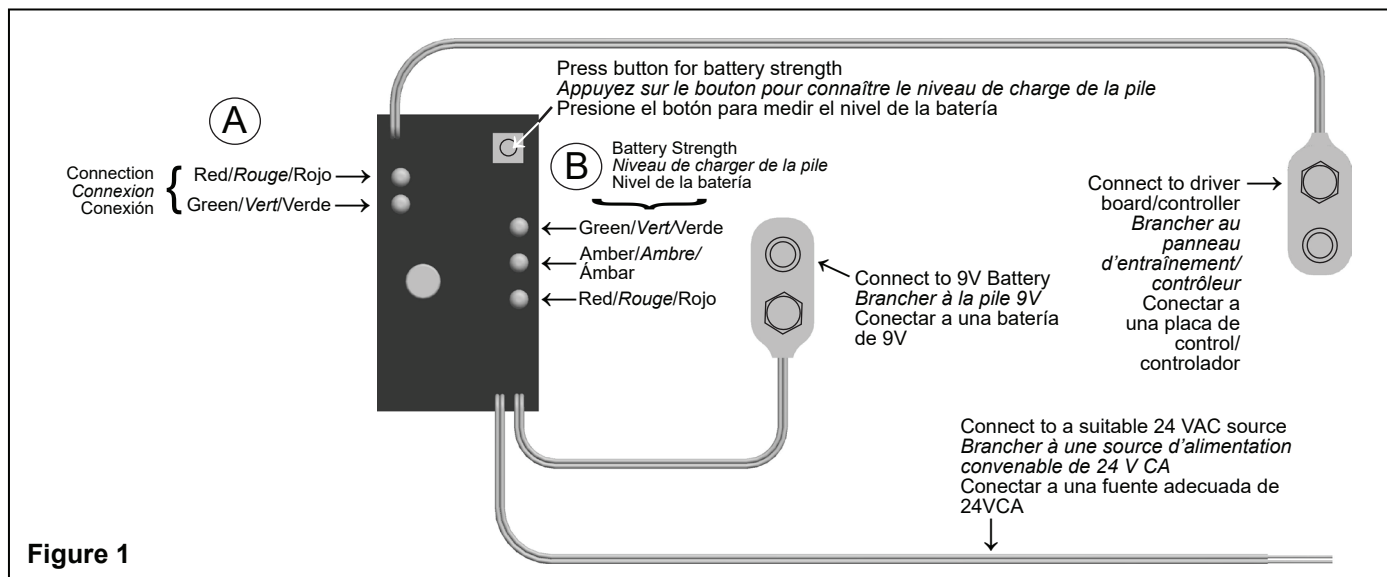

Figure 1
- 2** Attach shorter snap connector (9) of converter to 9V battery (10).
Note: If Red Light comes on at (A), (see Figure 1), then the wrong snap connector of (1) has been attached.
Remarque : Si le voyant rouge (A) s'allume (voir la figure 1), le mauvais connecteur à boutons-pression de (1) a été branché.
NOTE: If Red Light comes on at (A), (see Figure 1), then the wrong snap connector of (5) has been attached.
REMARQUE : Si le voyant rouge (A) s'allume (voir la figure 1), le mauvais connecteur à boutons-pression de (5) a été branché.